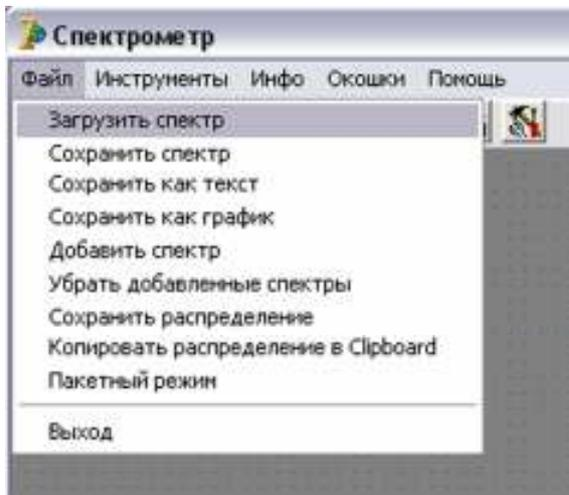

Рис. 15. Вид окна «Spectrum» с маркированными экспериментальными точками.
Поместив значок мыши на кривую в окне (например «Spectrum») и нажав правую кнопку можно получить маркировку экспериментальных точек. Переключатель «Маркер» позволяет визуализировать либо номер точки (N), либо значение частоты (X), либо значение мощности спектра (Y) (Рис. 15).